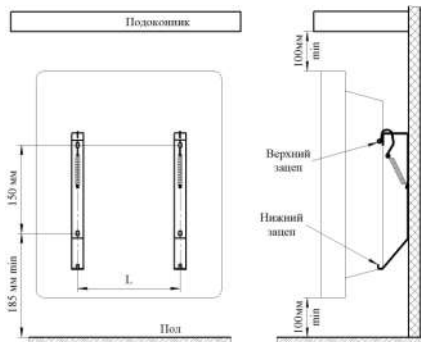

Рис.3
4.5 Совместите прямоугольные отверстия на задней стенке конвектора с верхними зацепами кронштейнов (рис. 3) и наденьте конвектор на зацепы.